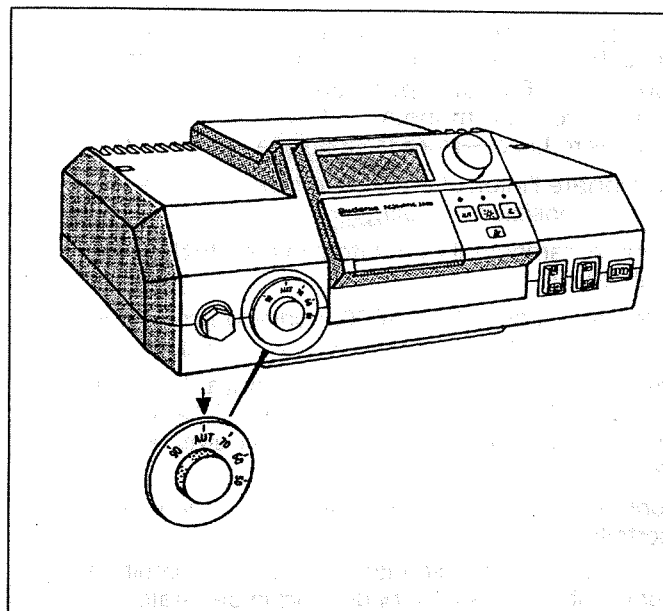

Fig. 3: Regolatore della temperatura dell'acqua di caldaia
- Posizionare il regolatore della temperatura dell'acqua di caldaia (Fig. 3) su "AUT". Senza "regolatore Ecomatic" impostare la temperatura desiderata